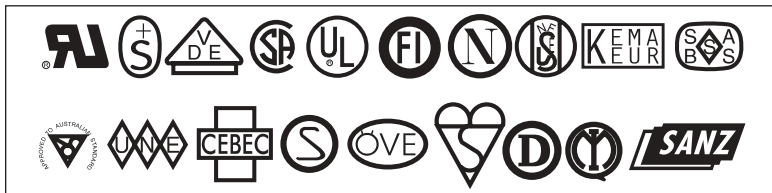

图 2
4. 交流电源插头与 IEC 320 接头必须至少印有以下一种知名国际安全组织的标志，如图 2 所示。